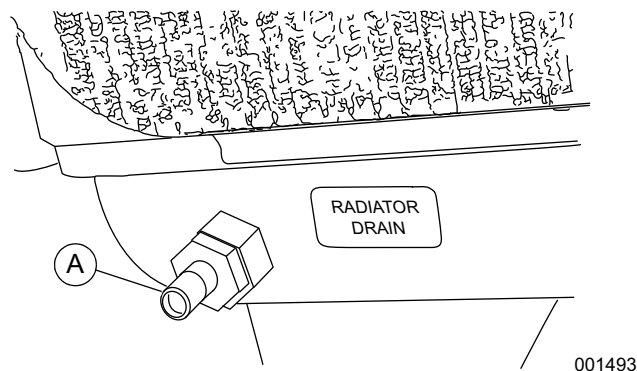

Figure 5-14. Emplacement de la vidange de radiateur
6. Voir Figure 5-14. Tourner le raccord hexagonal pour ouvrir la vis de vidange (A).